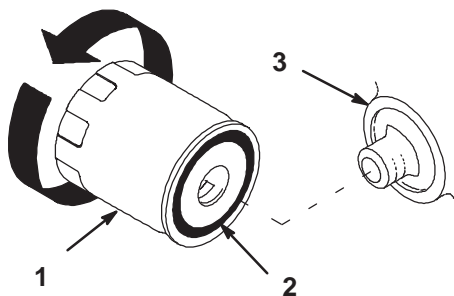

Figure 41
2. Déposez le filtre à huile usagé et essuyez la surface du joint de l'adaptateur (Fig. 41).
4. Appliquez une fine couche d'huile neuve sur le joint en caoutchouc du filtre de rechange (Fig. 41).
5. Posez le filtre à huile de rechange sur l'adaptateur. Tournez le filtre dans le sens horaire jusqu'à ce que le joint touche l'adaptateur, puis donnez 1/2 tour supplémentaire (Fig. 41).